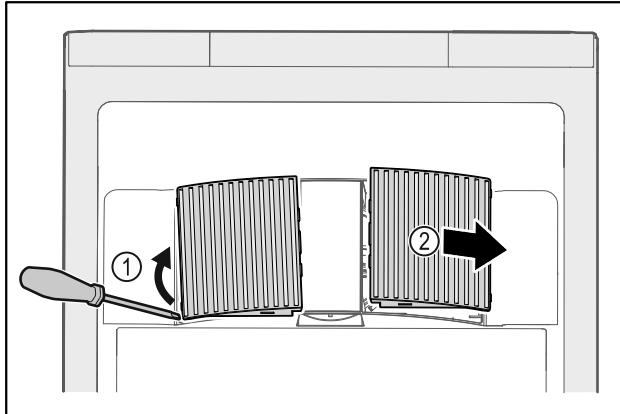

Fig. 196
- Ventilatorabdeckungen vorsichtig von der Seite heraushebeln Fig. 196 (1) und nach vorne abnehmen Fig. 196 (2).